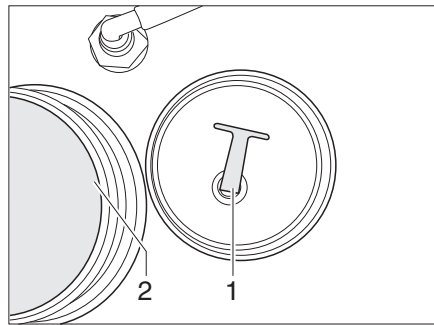

Bild 145 Wassertank
- Verschlussdeckel (Bild 145,2) abschrauben.
- Verschlussdeckel (Bild 145,2) am Wassertank abschrauben.
- Den Verschluss-Stopfen (Bild 145,1) aus der Ablassöffnung herauschrauben. Das Wasser läuft ab.